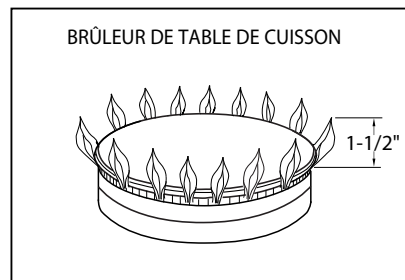

FIG. 17
*Il n'est pas possible d'effectuer un réglage de l'obturateur d'air sur les brûleurs de la table de cuisson. Les flammes du brûleur doivent être bleues et stables, sans pointe jaune (quelques pointes jaunes sont chose normale pour du gaz propane) ni bruit excessif, et ne doivent pas tirer vers le haut (Fig. 17).*